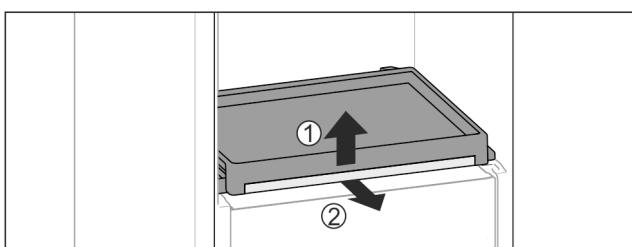

Fig. 42
- Vyberte vyťahovaciu poličku so sklenou doskou: Vpredu zľahka nadvihnite sklenú dosku Fig. 42 (1) a vytiahnite ju smerom dopredu Fig. 42 (2).